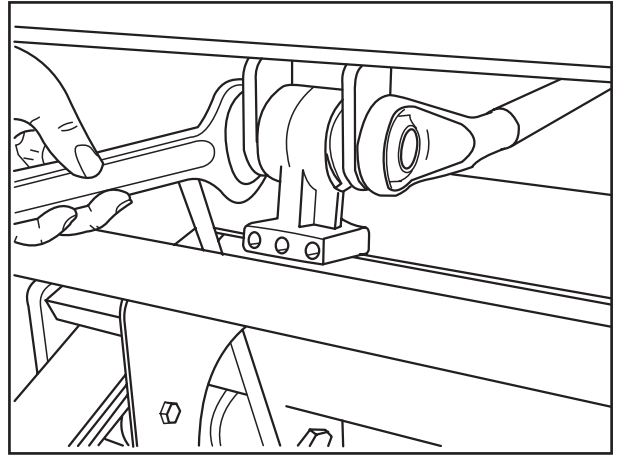

Fig. 4
- [5] Bei Bedarf Halter für Bügelstabilisator abbauen, dazu Sicherungsmutter von der Befestigungsschraube abschrauben (Fig.4), Befestigungsschraube herausziehen und Halter abnehmen.
- [7] Falls abgebaut, Halter für Bügelstabilisator wieder anbauen (Fig. 4), neue Sicherungsmuttern von Hand auf die Sechskantschrauben aufschrauben, nicht festziehen.
- [5] If necessary, remove bracket for U-stabilizer by unscrewing locking nut of securing bolt (Fig. 4), withdrawing securing bolt and taking off bracket.
- [5] Démonter, en cas de besoin, le support de la barre stabilisatrice en U en dévissant l'écrou de sûreté de la vis de fixation (fig. 4), retirer la vis de fixation et déposer le support.
- [7] If demounted, refit retainer for U-stabilizer (Fig. 4) and screw new lock nuts onto the hexagon screws by hand. Do not tighten.